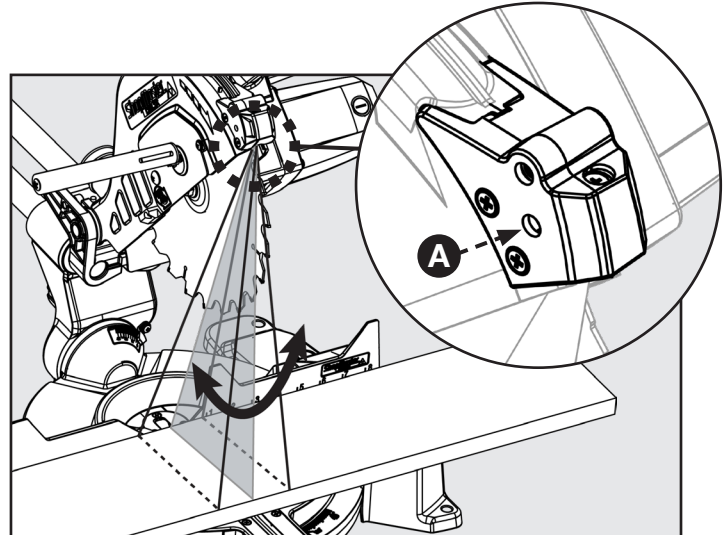
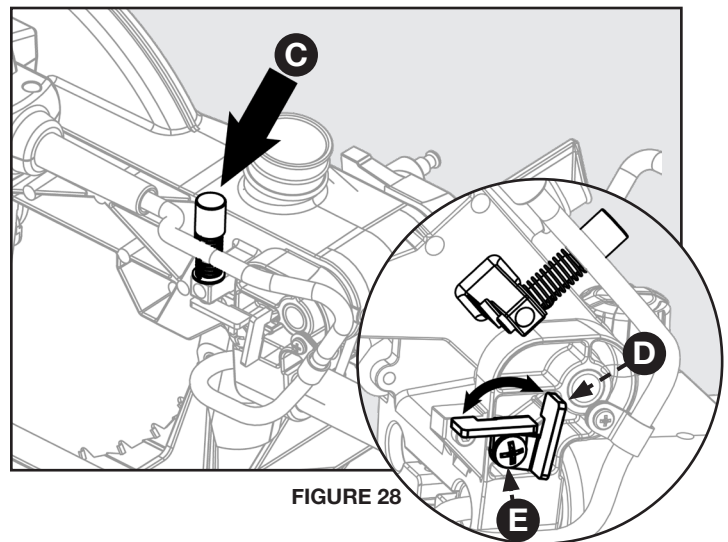

FIGURE 26
FIGURE 28
Consultez la figure 26 et suivez les instructions suivantes si vous remarquez que la ligne du laser ne demeure pas parallèle avec la lame lorsque la tête de la scie est baissée pour effectuer une coupe : tournez la vis (A) avec un tournevis à tête cruciforme pour ajuster l'angle vertical du laser.
Reportez-vous à la Figure 28 et suivez ces instructions afin de régler l'arrêt de profondeur à une profondeur de coupe spécifique: Utilisez un tournevis Phillips pour desserrer la vis (E), puis tournez le support d'arrêt (D) dans le sens inverse des aiguilles d'une montre en position de descente. Assurez-vous de resserrer la vis (E). La profondeur de coupe peut maintenant être réglée en tournant la vis de réglage de profondeur (C). Reportez-vous à la figure 26 et suivez ces instructions pour effectuer une coupe transversale: Utilisez un tournevis Phillips pour desserrer la vis (E), puis tournez le support d'arrêt (D) dans le sens des aiguilles d'une montre jusqu'à la position haute. Assurez-vous de resserrer la vis (E).